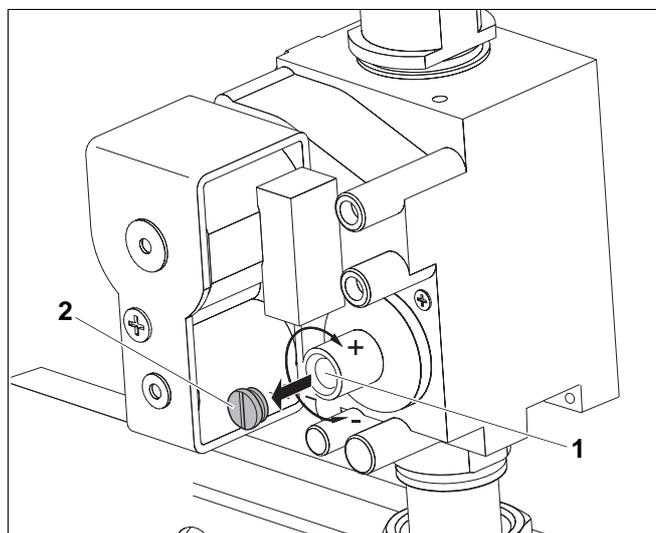

Abb. 49 Gasarmatur „SIT“ 840 Sigma
- Schutzkappe (Abb. 49, **Pos. 2**; evtl. versiegelt) über der Einstellschraube für Düsendruck entfernen (Abb. 49, **Pos. 1**, oben). Korrigieren Sie den Düsendruck durch Drehen der Einstellschraube in Plus- oder Minus-Richtung (**Abb. 49, Pos. 1**, unten).